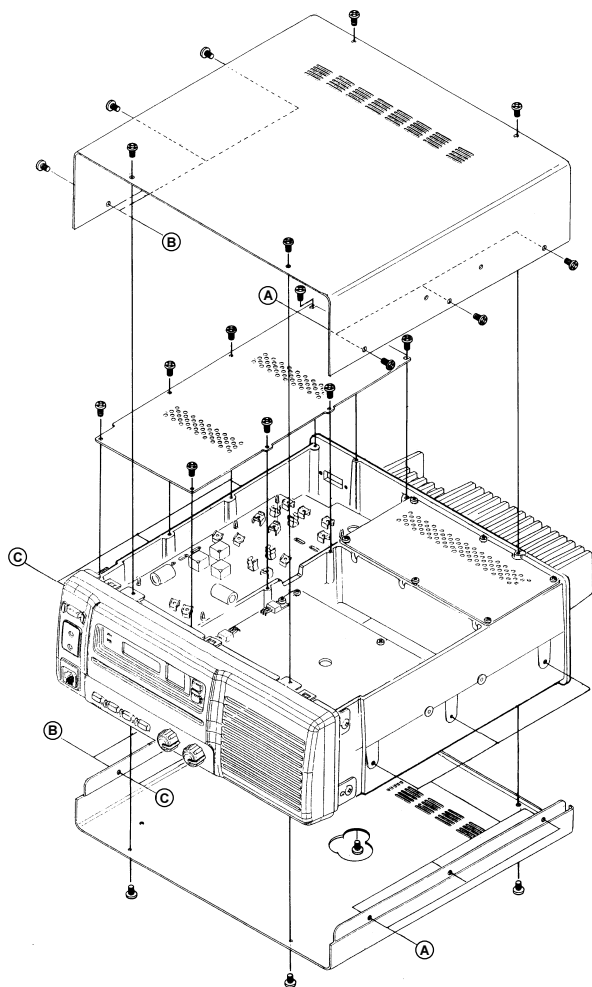

Ilustración 1
- ❑ Tomando la ilustración 1 como referencia, saque los 14 tornillos que sujetan las cubiertas superior e inferior del repetidor y retírelas del aparato.
- ❑ Saque los ocho tornillos que sostienen la cubierta del blindaje para la Unidad del FILTRO y retírela posteriormente del equipo (refiérase a la Ilustración 1).